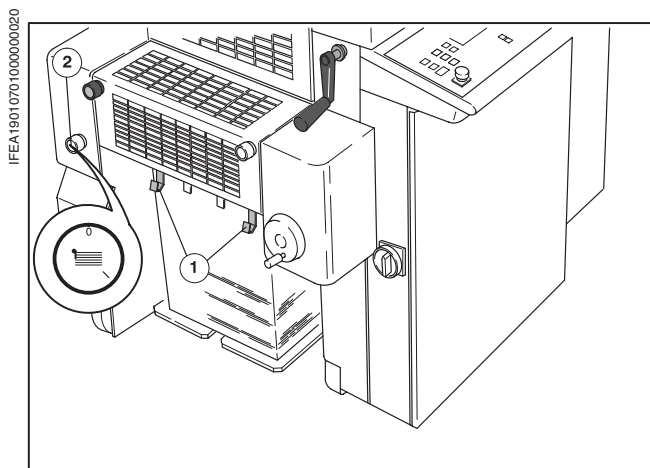

Рис. 5 Передний сталкиватель листов
- ① Передние сталкиватели листов
- ② Поворотная ручка для подвода/отвода передних сталкивателей листов
- ① Передние сталкиватели листов включаются/отключаются с помощью поворотной ручки на приемке на стороне привода.
Поворотную ручку (Рис. 5/②) повернуть *по часовой стрелке* до упора (позиция "0"): сталкиватели отведены; *против часовой стрелки* до упора (позиция "I"): подведены.